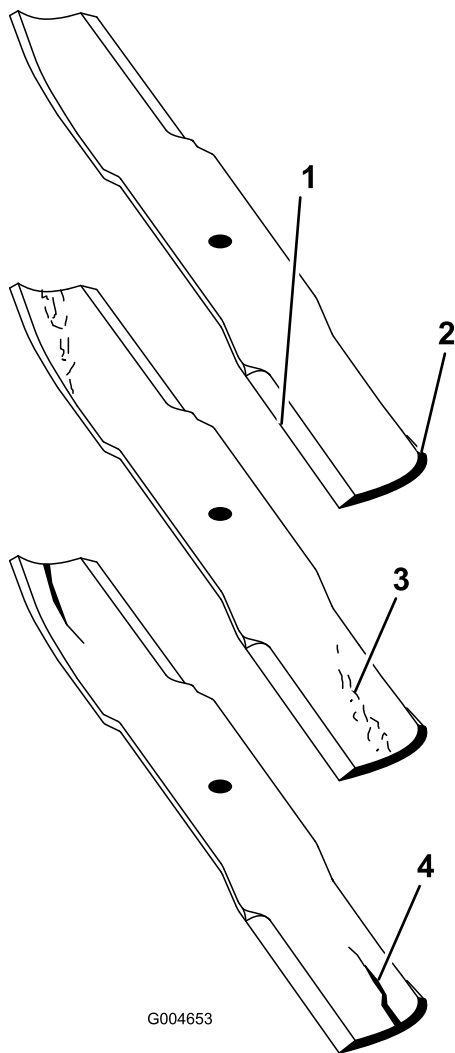

Figure 88
2. Examinez attentivement les tranchants de la lame, particulièrement au point de rencontre des parties plane et relevée (Figure 88). Le sable et les matières abrasives peuvent éroder le métal à cet endroit, c'est pourquoi il est important de contrôler l'état de la lame avant d'utiliser la tondeuse. Remplacez la lame si elle vous semble usée (Figure 88).